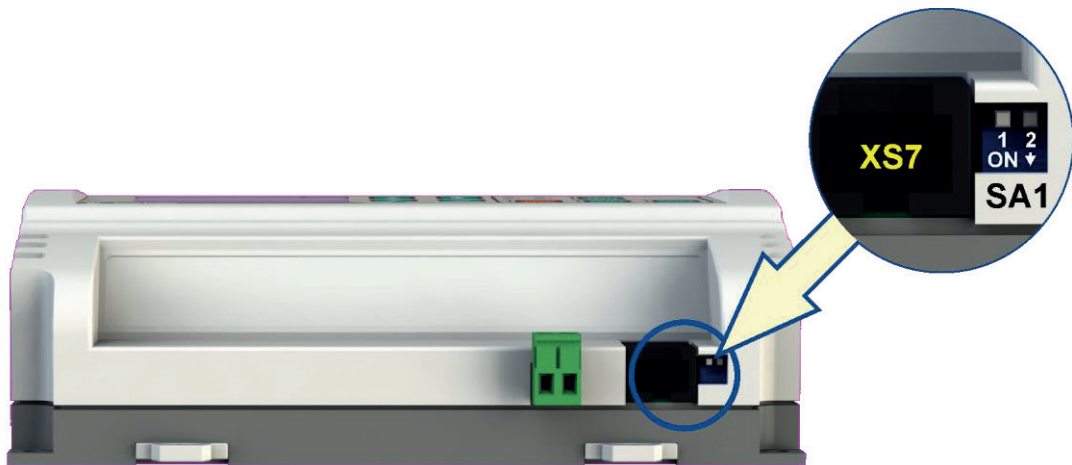

Рис. 5.20. Разъём XS7 и группа переключателей SA1 коммуникационного порта
SMS пароль используется в SMS командах (п. 5.11.2.1) для управления контроллером посредством GSM модема (п. 5.11.2), который может быть подключен к внешнему порту контроллера (разъем XS7, рис. 5.20). Для изменения пароля необходимо сначала ввести текущий пароль (рис. 5.16, а), используя кнопки **[БОЛЬШЕ]** или **[МЕНЬШЕ]**, и подтвердить его нажатием кнопки **[ОК]**, а затем необходимо ввести новый пароль (рис. 5.16, б) и нажать кнопку **[ОК]**. Начальный пароль по умолчанию - 0000.
Обмен данными контроллера с внешними устройствами осуществляется через коммуникационный интерфейс RS-485 (разъём XS7, рис. 5.20). Настройки коммуникационного порта определяются параметрами P100 - P103, а тип подключаемого устройства, протокол или сервис определяется параметром P104 в том случае, если переключатель SA1.2 (рис. 5.20, табл. 5.10) находится в верхнем положении (OFF). Если же переключатель SA1.2 находится в нижнем положении (ON), то настройки коммуникационного порта будут соответствовать параметрам по умолчанию, независимо от значений параметров P100 - P104 (табл. 5.8).